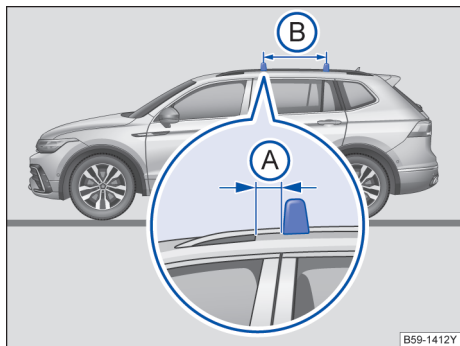

图 205 配备车顶行李架基架的汽车：行李架杆的固定点
行李架杆安装在车顶行李架基架上。同时前行李架杆与前车顶行李架脚→图 205 (A) 之间的距离为 3~6 cm。行李架杆的相互距离 (B) 应大约为 75 cm。
- 行李架杆只能安装在平行箭头→图 205 (B) 之间。